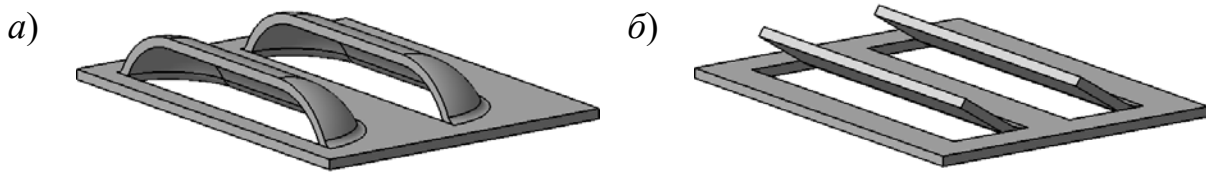

Рисунок 16.5 – Виды жалюзи
- вытянутые (рисунок 16.5, а);
- подрезанные (рисунок 16.5, б).